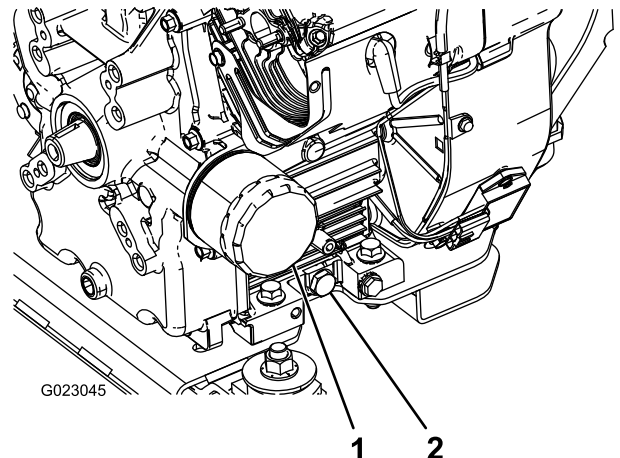

Bild 41
5. Nehmen Sie die Ablassschraube ab (Bild 41).
2. Entfernen Sie den Ölfilter (Bild 41).
5. Setzen Sie den Ersatzölfilter auf den Anbaustutzen auf. Drehen Sie den Ölfilter nach rechts, bis die Gummidichtung den Filteradapter berührt. Ziehen Sie ihn dann um eine weitere halbe Umdrehung an (Bild 41).